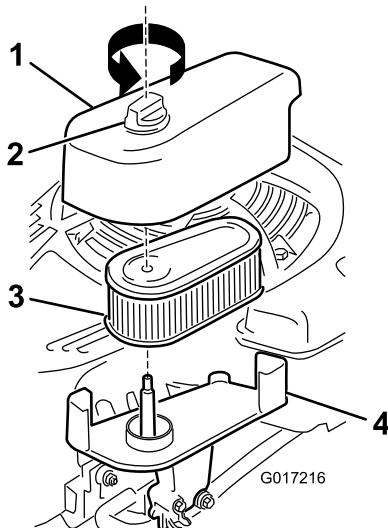

Figure 30
- Retirez la fixation du couvercle du filtre à air et déposez le couvercle (Figure 30).